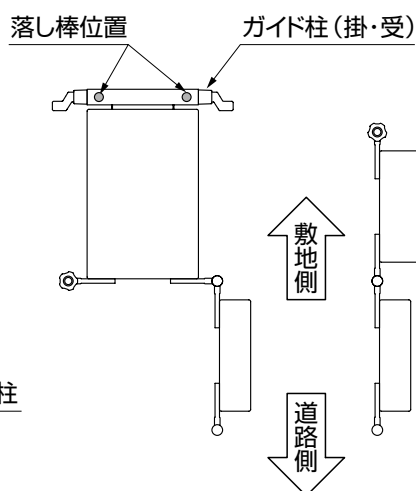
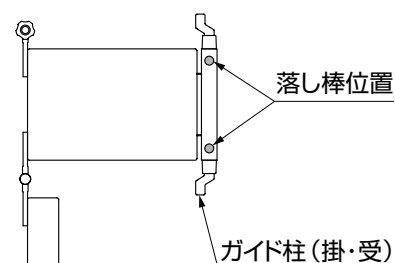

図12-3 回転収納時
図12-4 回転収納時
- 回転収納時の落とし棒受けは、90°回転・180°回転のどちらかになります。(図12-3、図12-4参照)